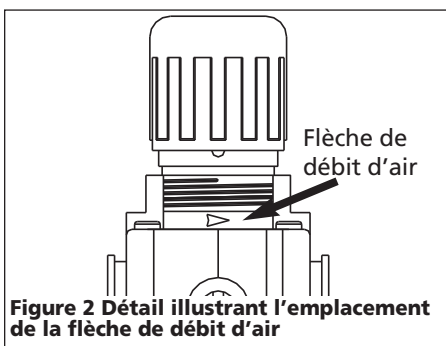

Figure 2 Détail illustrant l'emplacement de la flèche de débit d'air
1. Trouver la flèche indiquant la direction du débit (Voir Figure 2, détail). Cette flèche indique la direction de la circulation d'air donc elle pointe vers la sortie.
5. Vérifier que la flèche pointe vers la sortie. (Voir la figure 2.)